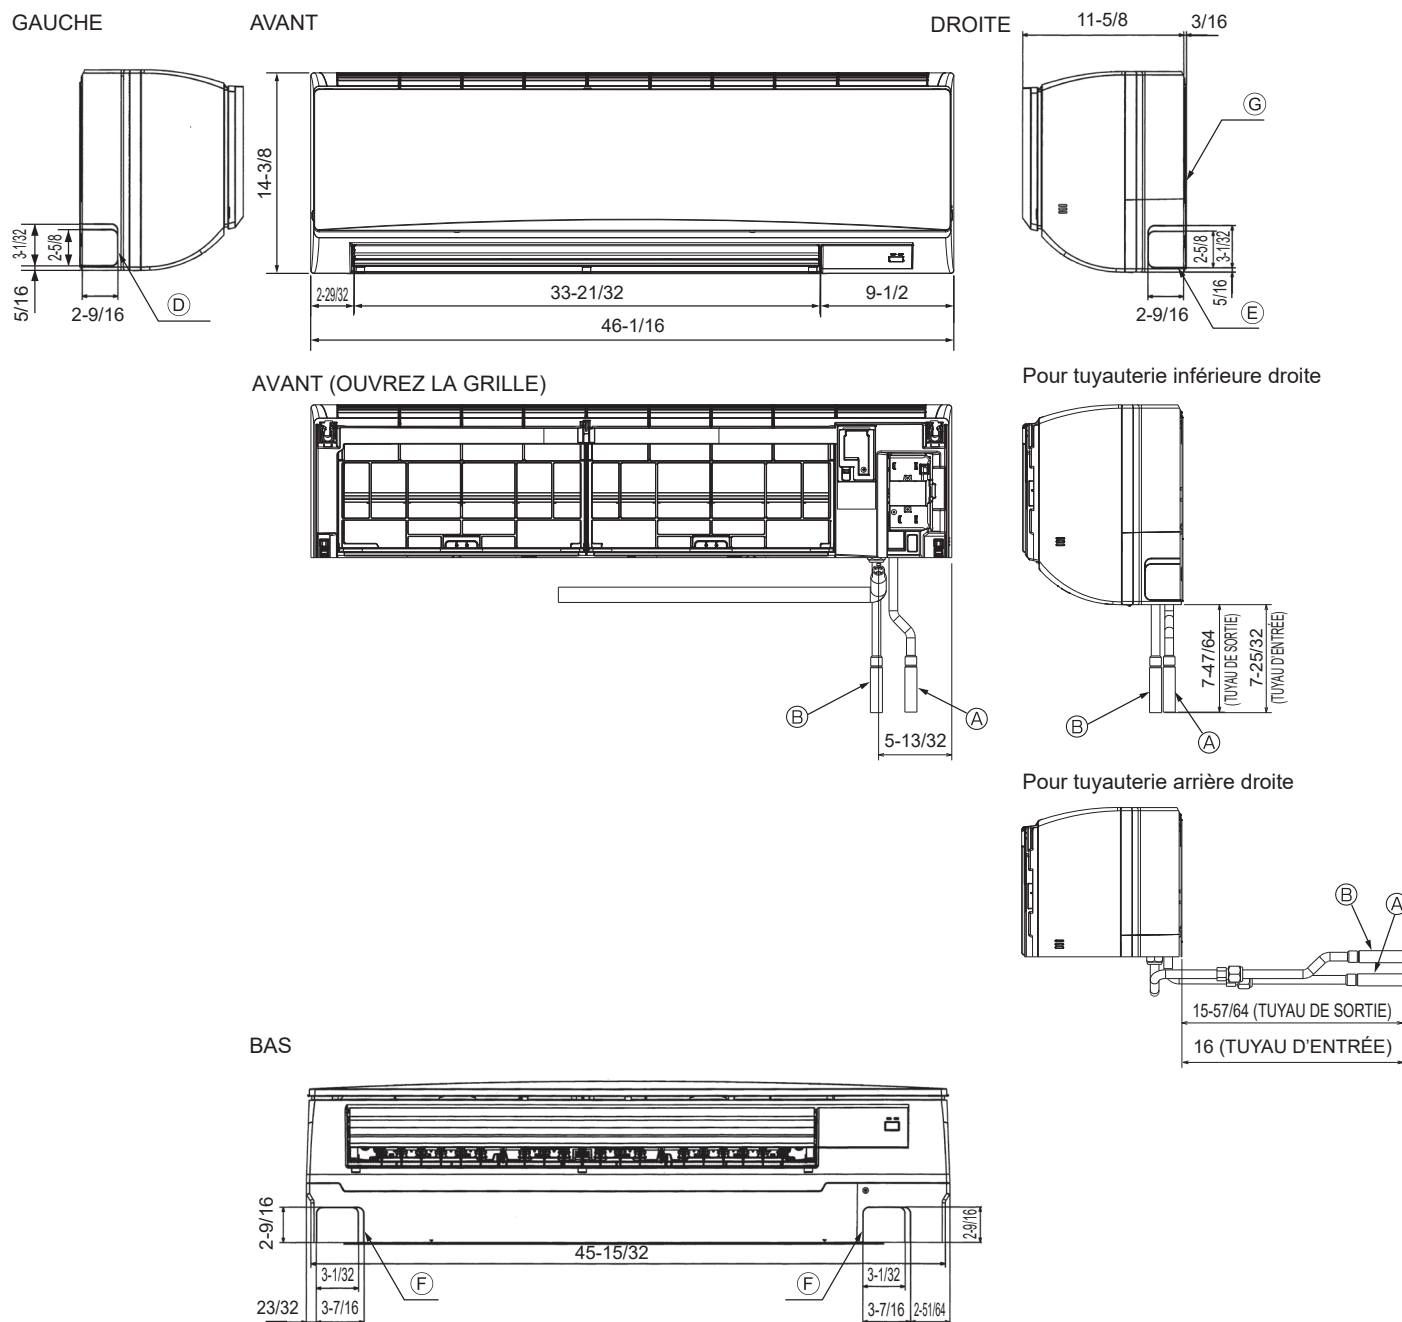

Fig. 4-5
4.2. Mise en place des tuyauteries d'eau et d'écoulement (Fig. 4-5)
- (A) Tuyau d'eau (sortie) * Indique l'état avec les accessoires montés.
- (B) Tuyau d'eau (entrée)
- (C) Tuyau d'écoulement
- (D) Trou défonçable de la tuyauterie gauche
- (E) Trou défonçable de la tuyauterie droite
- (F) Trou défonçable de la tuyauterie inférieure
- (G) Plaque d'installation ①